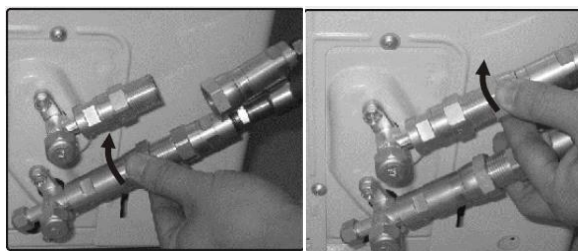

Abb. 6.3
3. Setzen Sie die ordentlich ausgerollte Leitung mit der Quick-Verschraubungen an den Anschluss am Außengerät gerade ausgerichtet an. Stellen Sie sicher dass die Leitung ohne Spannung/Zug ist. Ziehen Sie die ersten Umdrehungen per Hand an. Siehe Abb. 6.3.